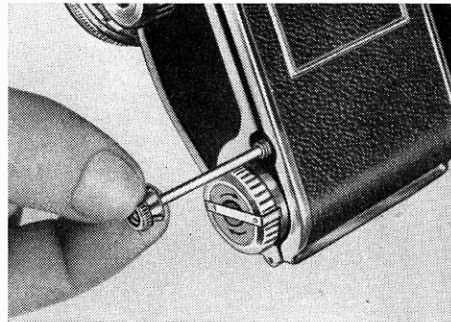

Fig. 29
réenroulement, il revient dans sa position initiale. L'appareil est à nouveau prêt pour le transport normal du film vers l'avant. Ouvrez alors le dos de l'EXAKTA Varex IIb. Retirez la cartouche contenant le film impressionné après avoir dégagé de l'appareil le levier de réenroulement (39). Repoussez-le vers le boîtier. Si vous employez une cartouche au lieu de la bobine réceptrice, il ne sera pas nécessaire de réenrouler le film. Une résistance anormale lors de la manœuvre du levier d'armement (8) indique qu'il n'y a plus de film dans la cartouche débitrice. Coupez le film: dévissez le bouton moleté solidaire d'une tige coulissante portant à son extrémité un couteau (37), tirez cette tige hors du boîtier d'environ 4 cm (Fig. 29), le couteau traverse le plan du film en coupant. Faites pénétrer la dernière image dans la cartouche réceptrice en armant et déclenchant deux fois de suite. Ouvrez ensuite l'appareil pour retirer la cartouche contenant le film exposé.